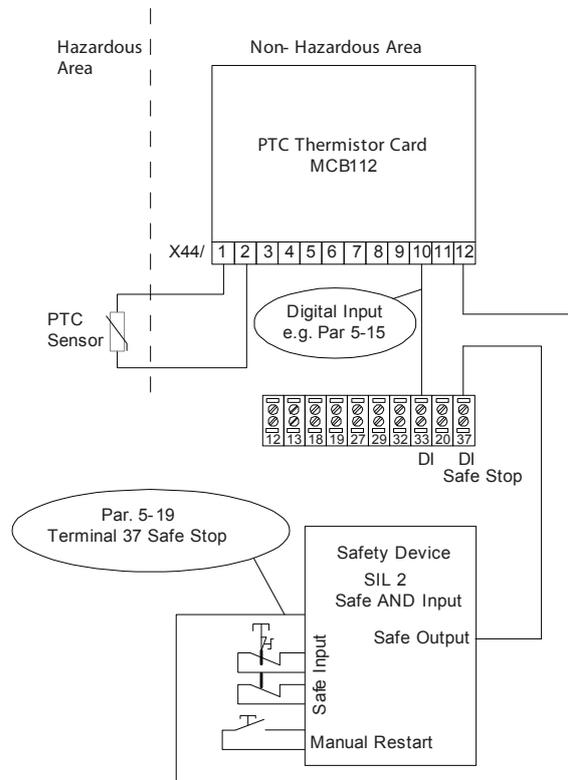

Abbildung 3.3 Kombination einer STO-Anwendung und einer MCB 112-Anwendung
- Die Verbindung vom Ausgang der Sicherheitsvorrichtung mit der sicheren UND-Logik zur STO-Klemme 37 muss gegen Kurzschluss geschützt sein, siehe *Abbildung 3.3*.
Abbildung 3.3 zeigt eine Neustart-Eingabe für die externe Sicherheitsvorrichtung. Bei dieser Installation können Sie Parameter 5-19 Klemme 37 Sicherer Stopp auf den Wert [7] PTC 1 & Relay W oder [8] PTC 1 & Relay A/W einstellen. Weitere Informationen entnehmen Sie dem VLT® PTC-Thermistorkarte MCB 112-Produkt Handbuch.